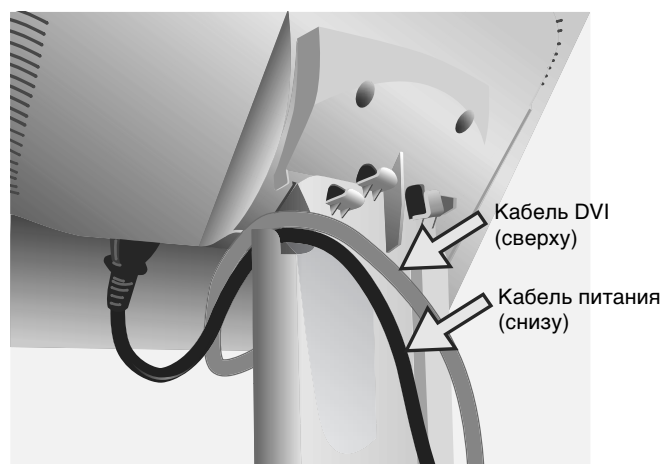

Рисунок C.2
5. Кабели должны размещаться в отсеке распределения кабелей в следующем порядке: кабель питания и кабель видеосигнала DVI (**Рисунок C.2**).